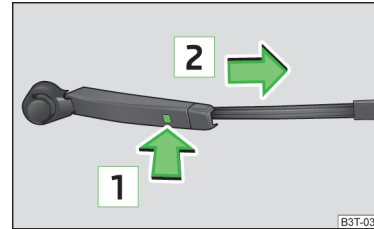

Abb. 195
- Den Scheibenwischerarm am oberen Teil halten und die Sicherung **1** » Abb. 195 drücken.